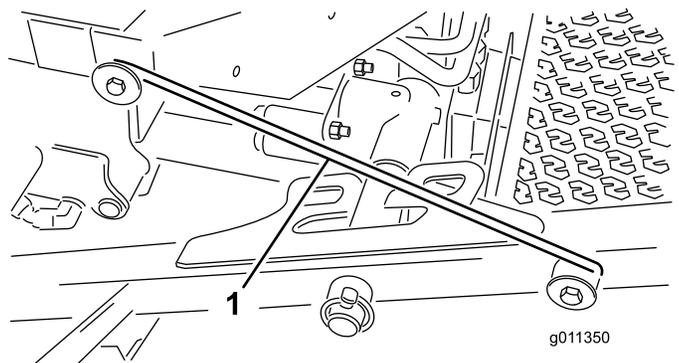

Figura 7
4. Liberare l'asta del dispositivo di sicurezza (Figura 7) dal fermo sulla parte anteriore del telaio portante.
5. Sollevate la parte esterna dei piatti di taglio anteriori e agganciate il dispositivo di sicurezza al perno del telaio presente sulla parte anteriore della piattaforma dell'operatore (Figura 7).